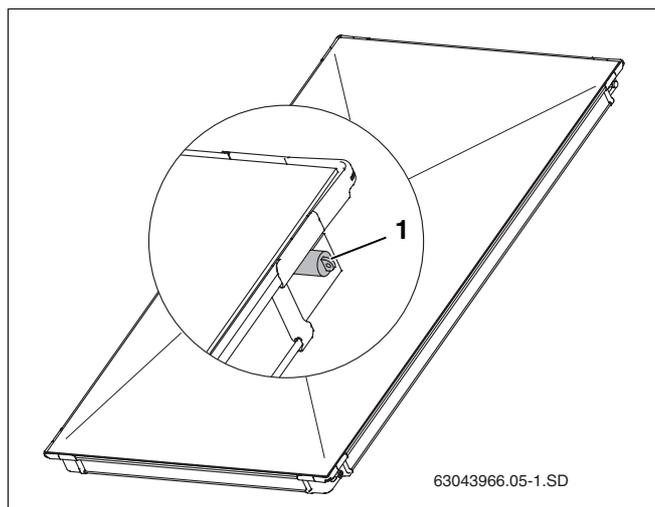

Fig. 6 Cappucci in gomma per gli attacchi dei collettori
- ▶ Rimuovere i cappucci in gomma (fig. 6, **pos. 1**) solo poco prima del montaggio.